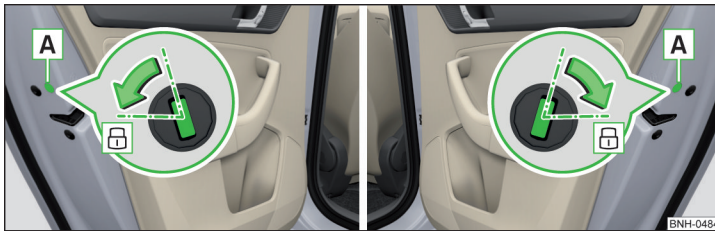

Abb. 170 Notverriegelung: Tür hinten links/rechts
- › Die Blende **A** abbauen » Abb. 170.